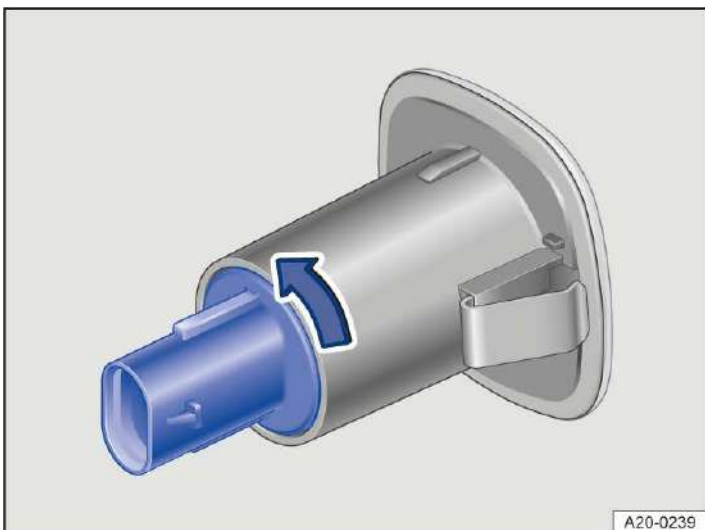

Abb. 2 An der Fahrzeugseite: Glühlampe des
4. Lampenhalter in Pfeilrichtung drehen und die Glühlampe nach hinten aus dem Gehäuse herausziehen → *Abb. 2*.